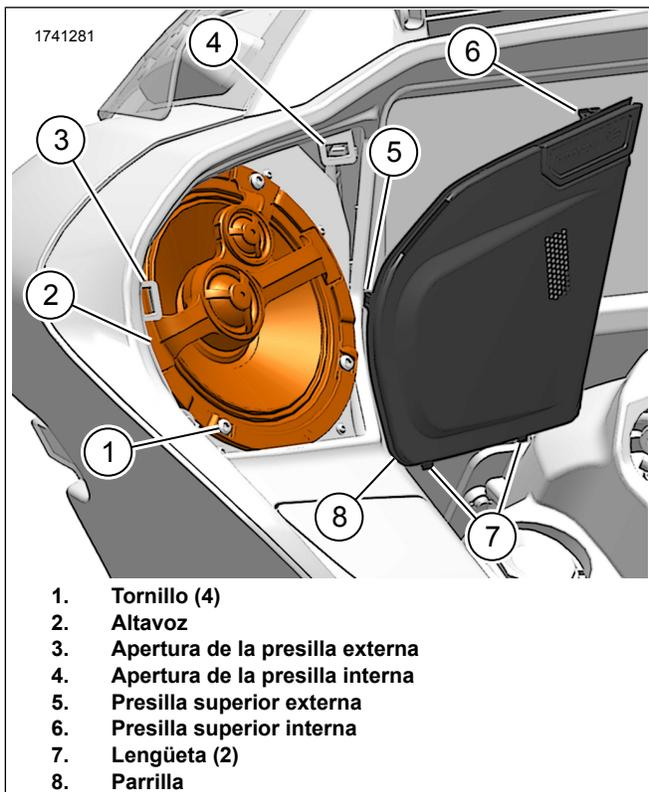
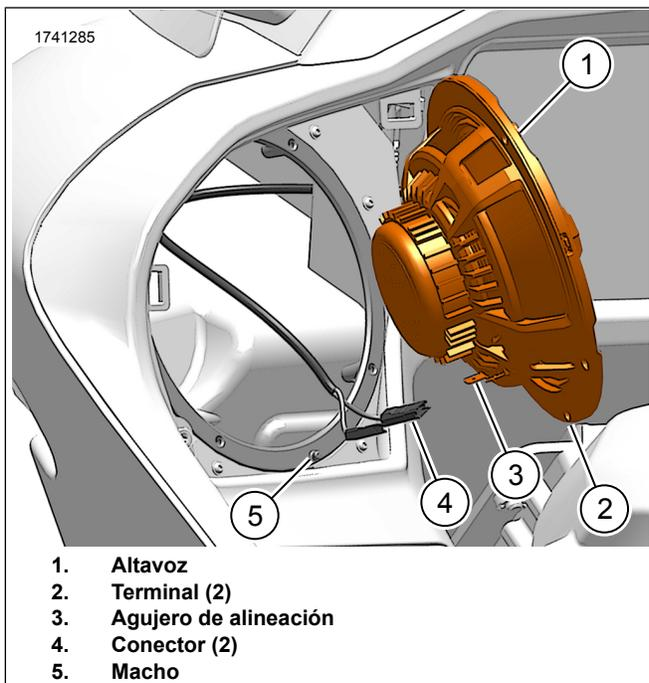

Figura 2. Altavoz y rejilla (se muestra Stage 2, similar al original)
Figura 3. Arnés del altavoz del carenado
1. Figura 2 Retire la rejilla del altavoz Equipo original (OE) (8).
- a. Con una herramienta que no raye, haga palanca en las presillas (5) por sus aberturas (3, 4).
2. Retire los tornillos del altavoz (1).
3. Figura 3 Retire el altavoz original.
- a. Separe el altavoz (1) del carenado una distancia suficiente para acceder a los conectores (4).
- b. Desconecte los conectores (4) de los terminales del altavoz (2).
2. Figura 3 Instale el altavoz Stage I o II.
- a. Conecte los conectores (4) a los terminales del altavoz (2).
- b. Instale el altavoz (1) en el recinto.
3. Figura 2 Instale los tornillos del altavoz.
- a. Ajuste los tornillos en orden alternado (1).
- b. Figura 2 Instale las pestañas inferiores (7) en el carenado.
- c. Gire la rejilla (8) hacia el carenado.
- d. Presione la presilla superior externa de la rejilla (5) en la abertura externa de la presilla (3).
- e. Presione la presilla superior interna de la rejilla (6) en la abertura interna de la presilla (4).